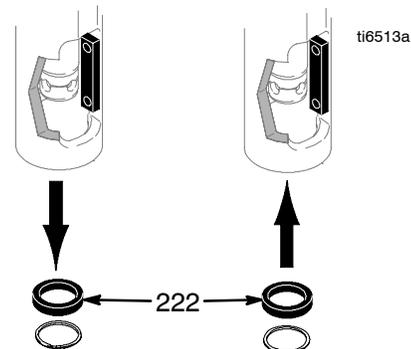

Fig. 10
4. Fig. 10. Retire o anel magnético (150).
1. Fig. 10. Instale o novo anel magnético (222) com as ondulações voltadas para baixo.